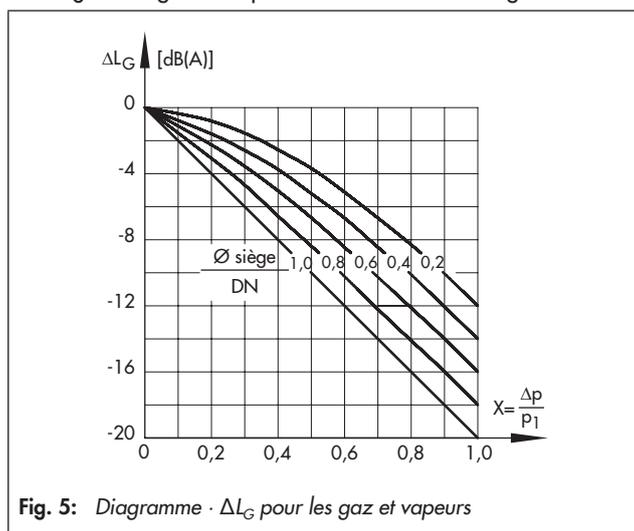

Fig. 5: Diagramme · ΔL_G pour les gaz et vapeurs
– ΔL_G · Pour gaz et vapeurs : valeurs selon la Fig. 5